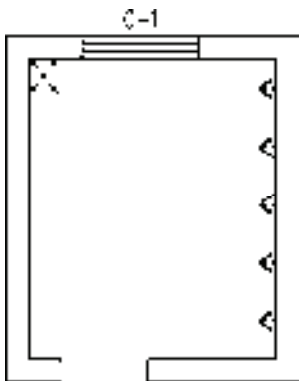

图 7-62 打开素材
1) 按〈Ctrl+O〉组合键，打开配套光盘提供的“第 7 章/7.2.6 布置隔板.dwg”文件，如图 7-62 所示。